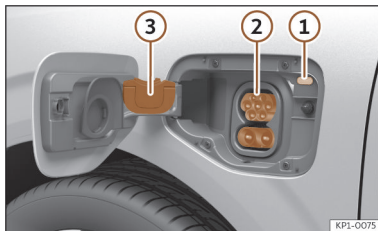

Fig. 60 Por trás da tampa da tomada de carregamento da bateria na parte dianteira esquerda: tomada de carregamento.
- Retire a capa de proteção e encaixe-a no engate >>> Fig. 60 ③
- Ligue o conector de carregamento da estação de carregamento à tomada de carregamento >>> Fig. 60 ②
O LED (indicador do processo de carregamento) da tomada de carregamento pisca e emite cintilações brancas >>> Fig. 60 ① >>> Página 89
O indicador do processo de carregamento da tomada de carregamento pisca a verde >>> Fig. 60 ①.
- Pressione o botão de função **Parar carregamento** no ecrã do sistema infotainment. O indicador do processo de carregamento situado junto da tomada de carregamento acende a branco >>> Fig. 60 ①. O conector de carregamento está desbloqueado.
- Encaixe a capa de proteção na ligação inferior da tomada de carregamento. >>> Fig. 60③